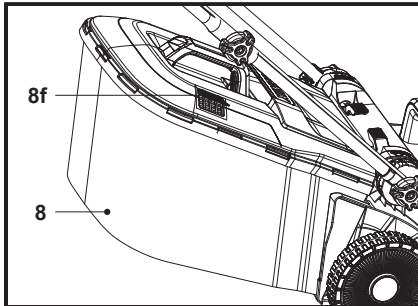

Fig. 11
1. Cuando la trampilla (8f) está abierta el recogedor de hierba (8) tiene espacio suficiente para seguir recogiendo hierba (Fig. 11).